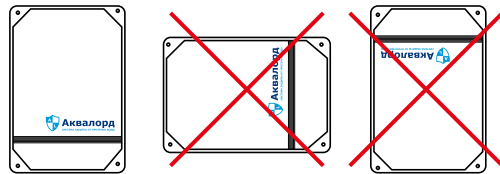

Рис. 1. Разрешенное и запрещенное положение блока управления при вертикальном монтаже на стену
• Закрепите блок управления на стене с помощью входящих в комплект винтов и специальных резиновых уплотнителей (рис. 1).